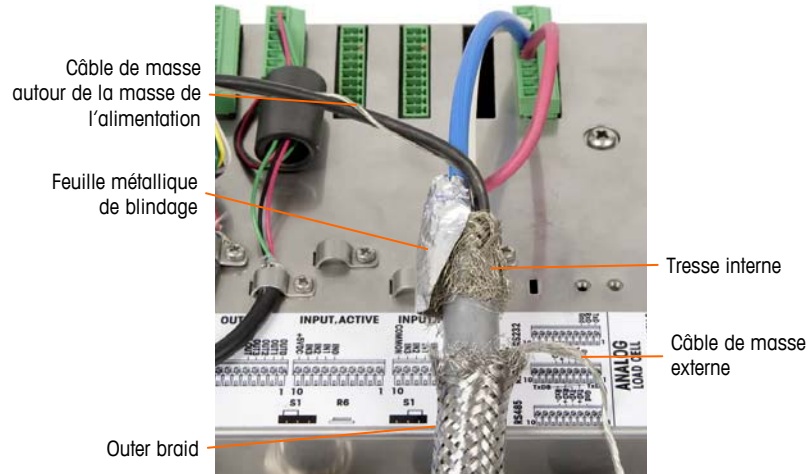

Figure 2-45: Câble du circuit autonome PDX, enceinte de montage sur panneau
- a. Faites reculer la tresse externe et repliez la tresse interne et la feuille métallique du blindage régulièrement par-dessus la gaine isolante du câble, comme à la Figure 2-45.